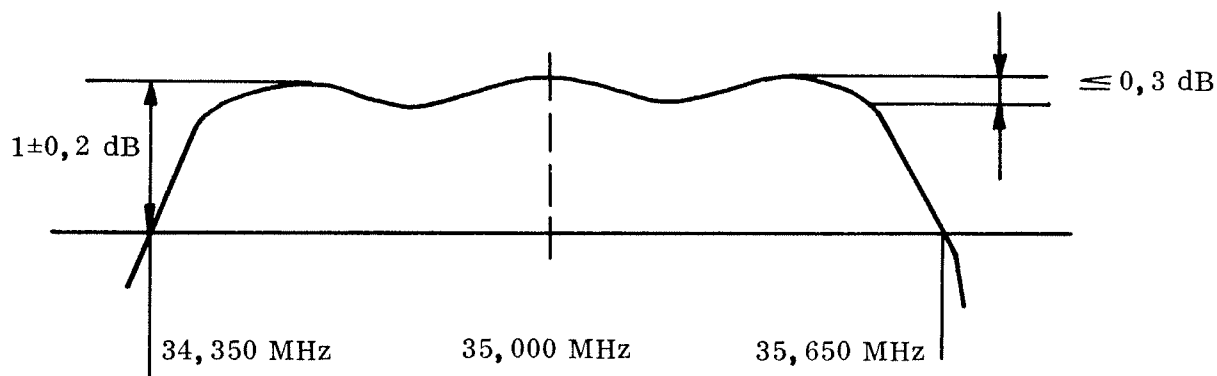

Bild 30
- 4.3.4.8 Justera med spolarna L5 och L7 samt med kondensatorerna C14 och C18 så att en kurva enligt bild 30 erhålls.